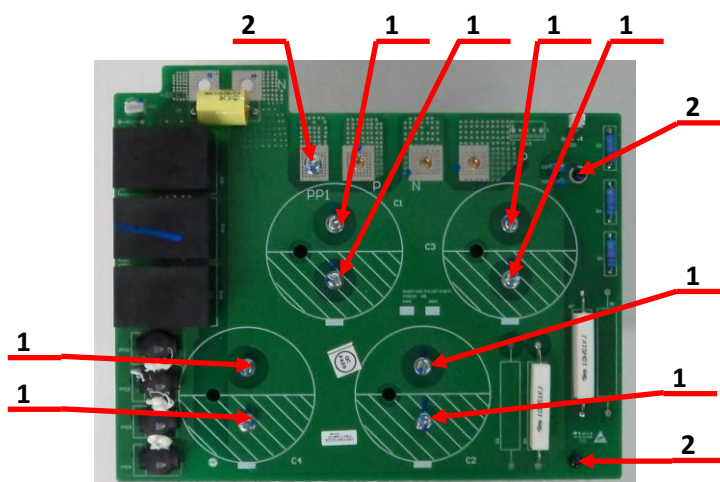

Рис.7.10
- 7.2.4.4. Вкрутить полностью винты поз.1 и поз.2, сильно не затягивая их (рисунок 7.10)